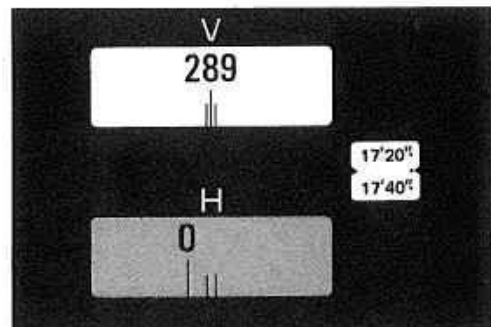

図28
2) 望遠鏡反の位置で目標Aを視準し、読みをℓとします。(図28)